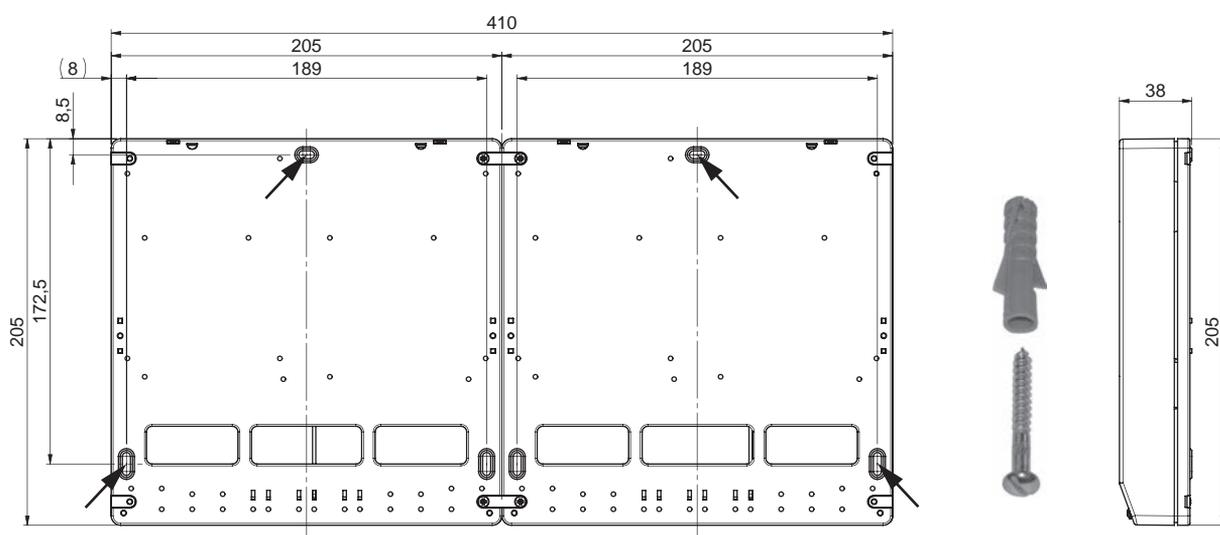

Fig. 92 Schizzo quotato - vista da dietro
- Praticare i fori di montaggio (\varnothing 6 mm) nel muro come nello schizzo (Fig. 92).